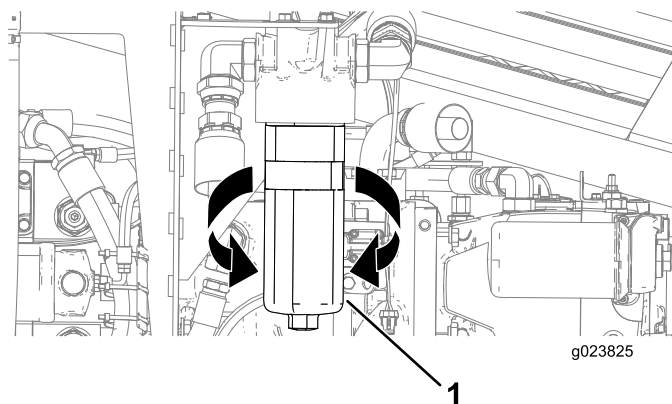

Figura 119
3. Coloque un recipiente de drenaje o varios trapos debajo del filtro de carga (Figura 119).
4. Gire el filtro hidráulico de alta presión en sentido antihorario y retire el filtro (Figura 119).
6. Alinee el filtro hidráulico de alta presión con su asiento, y gírelo en sentido horario hasta que el par de apriete llegue a 61 N·m, según se muestra en Figura 119.